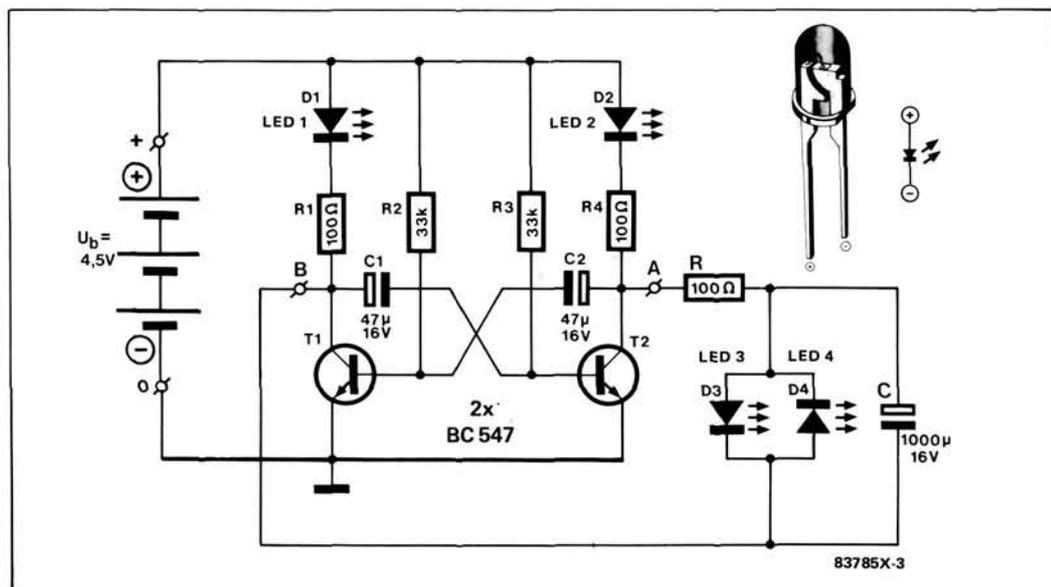

Figure 2. La tension alternative fournie par le multivibrateur astable pour le test du réseau RC est disponible entre les points de connexion A et B.
Pour fabriquer une tension alternative à très basse fréquence, il faut construire un générateur électronique; ce sera un multivibrateur astable à deux transistors. La figure 2 montre le circuit. Les deux transistors conduisent à tour de rôle : quand T1 conduit, T2 est bloqué et inversement. La LED dans le circuit de collecteur du transistor qui conduit, s'éclaire. Les deux LED -ce sont des LED rouges qui conviennent le mieux à ce circuit- clignent alternativement. Elles montrent que la tension de collecteur est successivement haute (proche de la tension d'alimentation) puis basse (proche de 0 V). La borne de sortie droite (A) est d'abord plus positive que la gauche (B); pendant que T1 conduit; puis la gauche (B) est plus positive que la droite (A); pendant que T2 conduit). En d'autres termes : entre ces deux bornes règne une vraie tension alternative. Le circuit n'est nullement critique, et il fonctionne d'emblée, sauf erreur de montage. La fréquence du multivibrateur est d'environ 1 Hz. Donc à chaque seconde, chaque LED s'allume une fois.